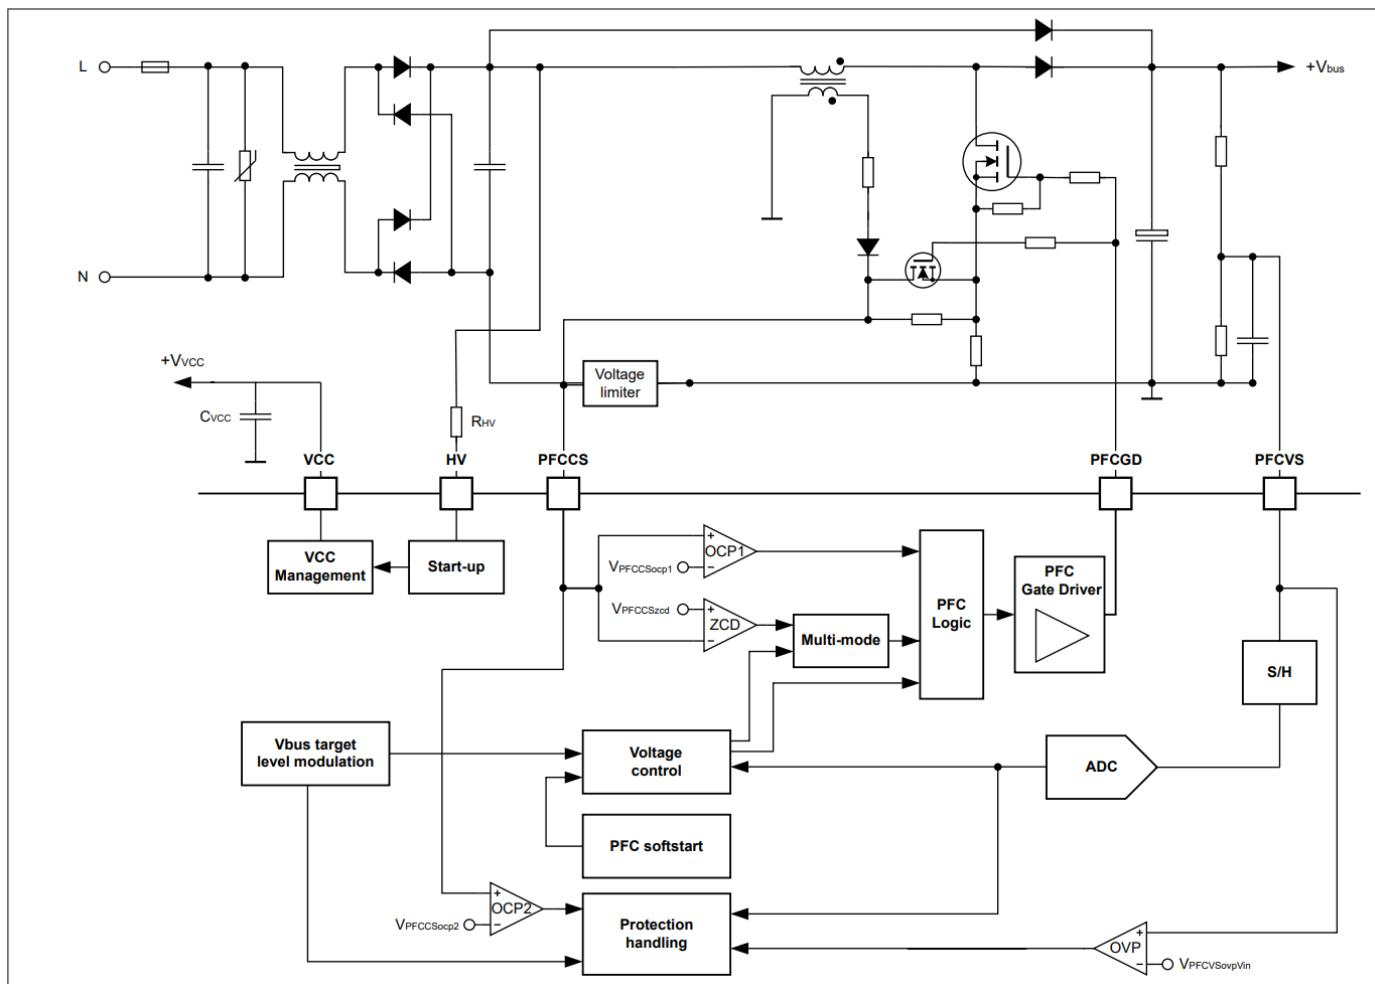
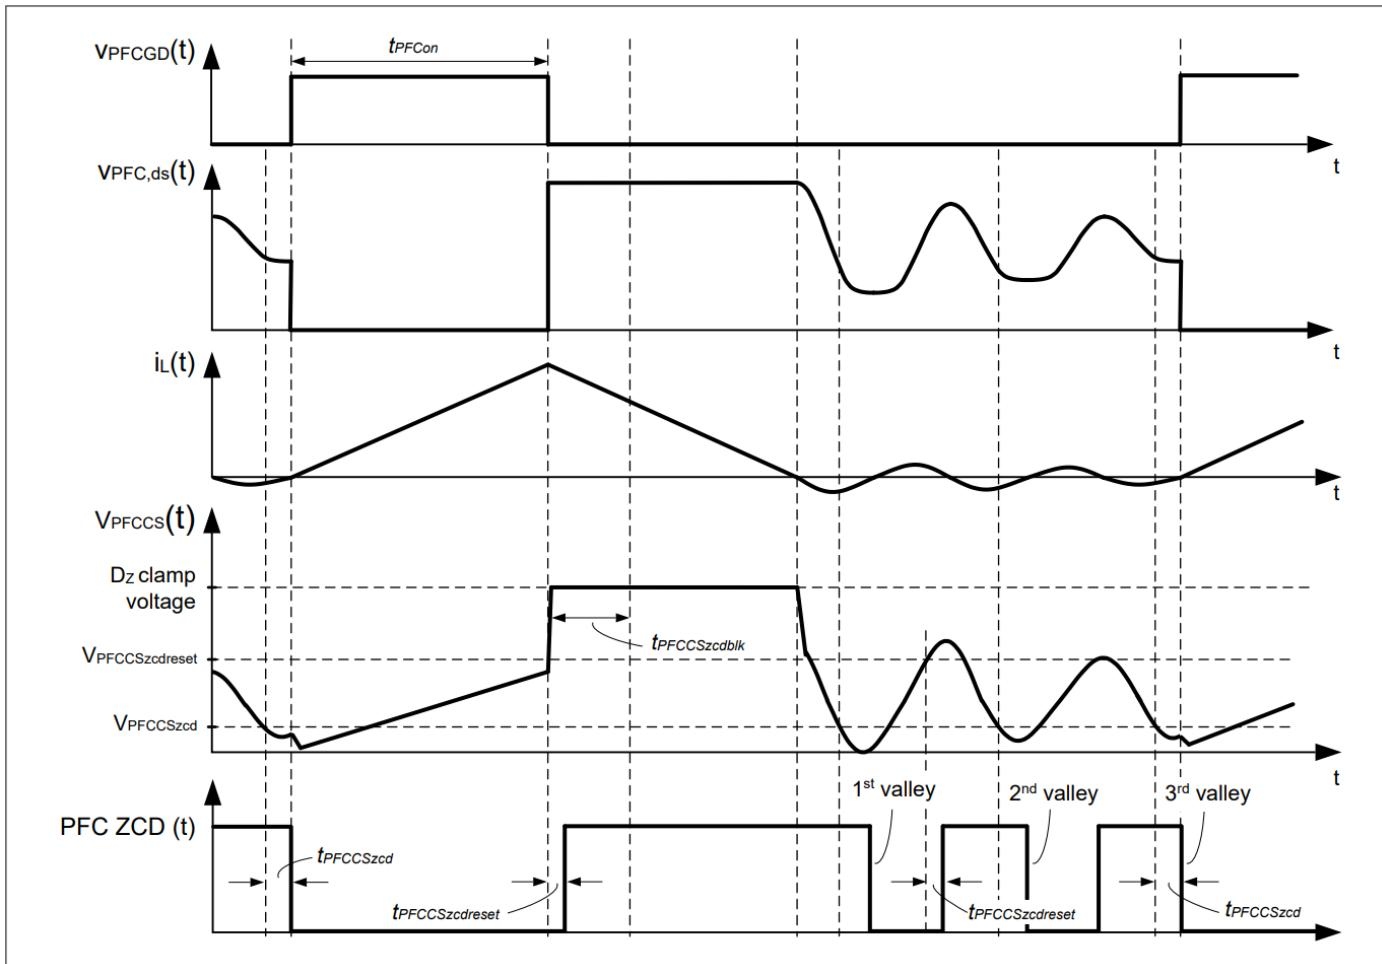

图 13 PFC 电路布置和相关的 PFC 控制
图 14 PFC 开关周期，晶体管在第三个谷底导通 (QRM3)
PFC 控制器控制 PFC 栅极驱动器 PFCGD 的开启和关闭，以维持所需的总线电压  $V_{bus}$ ，同时交流输入电流  $I_{AC}$  跟随瞬时线路输入电压  $V_{AC}$ ，从而实现高功率因数和低谐波含量。该工作模式基于准谐振模式 (QRM)，即临界导通模式，具有谷底开关和谷底跳跃功能。电感电流退磁后，开关电压  $V_{PFC,ds}$  的振荡通过集成过零检测 (ZCD) 机制进行检测。ZCD 功能与引脚 PFCCS 处的 PFC 电流限制相结合。图 13 显示了包括 IC 的 AC 输入级和 PFC 控制部分的 PFC 电路布置。
PFC控制器工作在准谐振模式，采用谷底开关。典型波形如图 14 所示。在所示情况下，PFC 在第三个谷底打开。
PFC 级在引脚 PFCCS 处使用电流检测 (CS) 和过零检测 (ZCD) 功能。在 PFC 栅极驱动器导通期间，该引脚用作 PFC 峰值电流限制的 CS；而在栅极驱动器关断期间，该引脚用作谷底开关的过零检测器。图 13 显示了 ZCD 和 CS 的相关电路。
谷值检测需要了解 PFC 开关漏极和源极端子两端电压振荡的信息。图 13 展示了一种方案，该方案将外部电路连接到耦合到 PFC 电感的辅助绕组。控制 IC 内部采用一个迟滞比较器进行过零检测，该比较器的上升沿阈值为  $V_{PFCCSzcdreset}$ ，下降沿阈值为  $V_{PFCCSzcd}$ 。仅当 PFC 栅极关断后电压  $V_{PFCCS}$  高于上限阈值  $V_{PFCCSzcdreset}$  的时间超过滤波器和延迟时间  $t_{PFCCSzcdreset}$ ，然后降至低于阈值  $V_{PFCCSzcd}$  的持续时间超过时间  $t_{PFCCSzcd}$  时，才会检测到 ZCD 事件。一旦达到目标阈值，栅极驱动器输出 PFCGD 将立即升高。为了抑制开关引起的振铃，在 PFGGD 下降沿之后， $V_{PFCCS}$  信号将在  $t_{PFCCSzcdblk}$  时间内消隐。图 14 说明了这种零交叉检测机制。